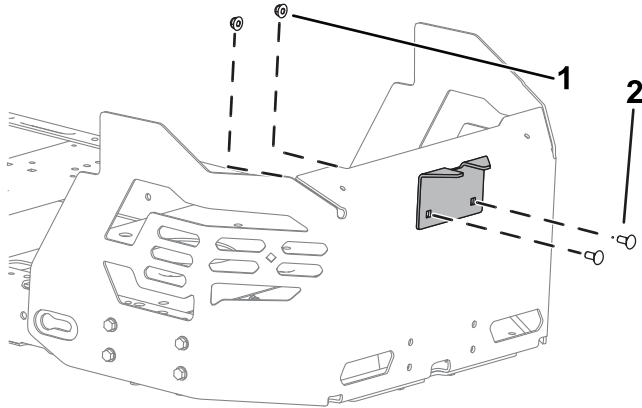

**Figura 15**
4. Sujete provisionalmente el bastidor de giro al bastidor de la máquina usando 2 pernos (5/16" x 1") y 2 contratuercas (5/16"), como se muestra en la Figura 15.
6. Apriete los 2 pernos (5/16" x 1") y las 2 contratuercas (5/16"), como se muestra en la Figura 15.